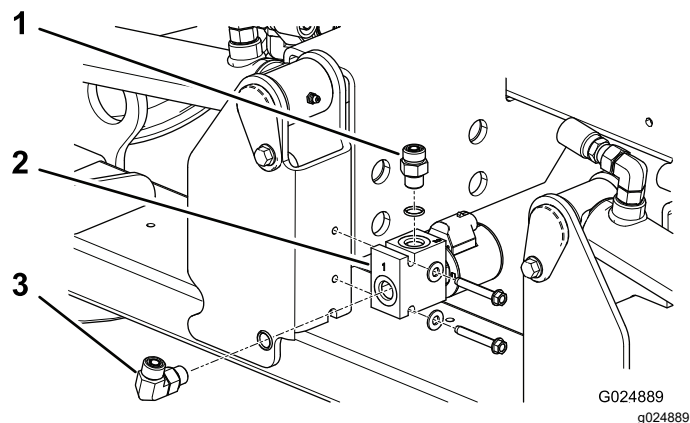

Figura 6
- Monte el distribuidor izquierdo de bloqueo de la carcasa en el tubo del bastidor con 2 tornillos autorroscantes (1/4" x 1 3/4"). Posicione el distribuidor según se muestra en Figura 6.
- Instale el acoplamiento hidráulico recto en la parte superior del colector (Figura 6).
- Instale el acoplamiento hidráulico de 90 grados en el extremo del colector (Figura 6).